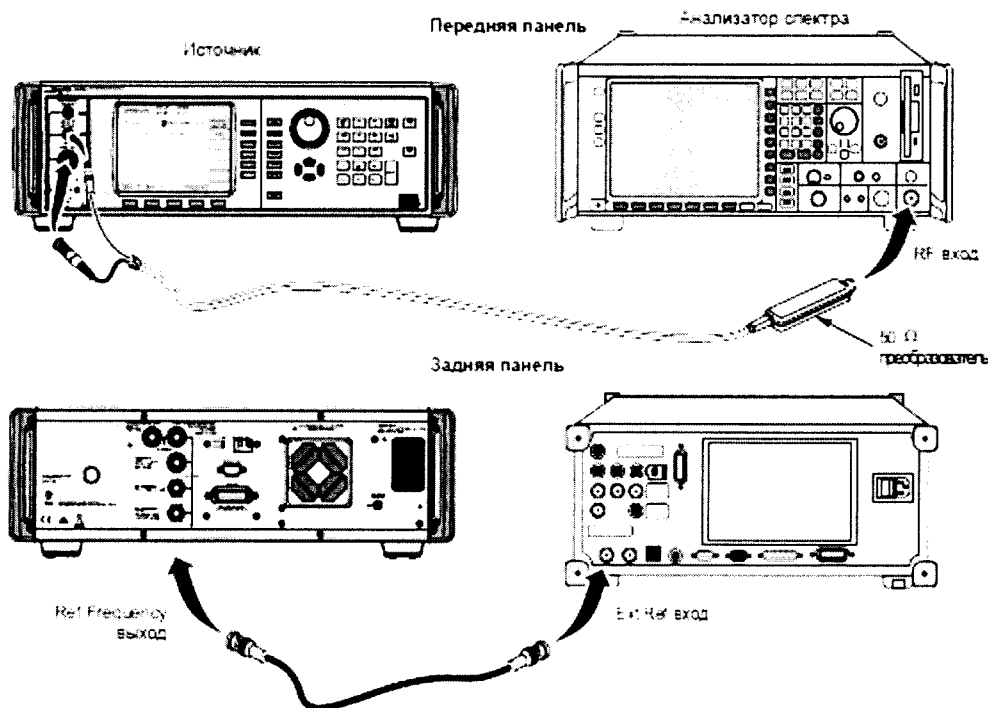

Рисунок 6.
8.11.3.1 Соединить выход преобразователя 50 Ом с высокочастотным входом анализатора спектра и выход REF FREQUENCY OUTPUT на задней панели источника со входом Ext Ref In на задней панели анализатора спектра (рисунок 6).